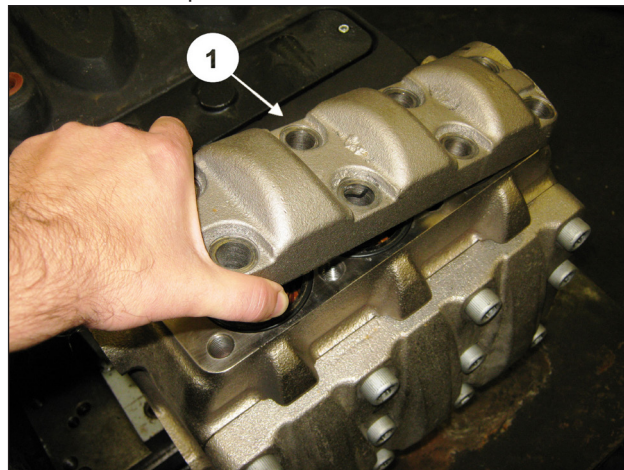
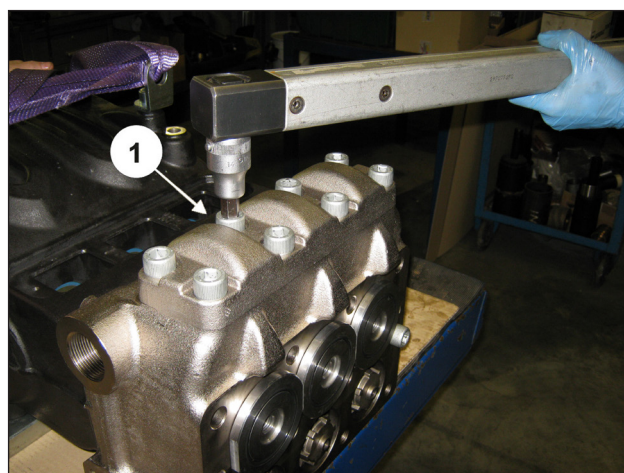

Fig. 147
Fig. 148
Après avoir terminé le remontage des groupes soupape de refoulement, poser le couvercle des soupapes de refoulement (rep. ①, Fig. 147) et visser les 8 vis M16x45 (rep. ①, Fig. 148) comme décrit chapitre 3 FORCES DE SERRAGE DES VIS.